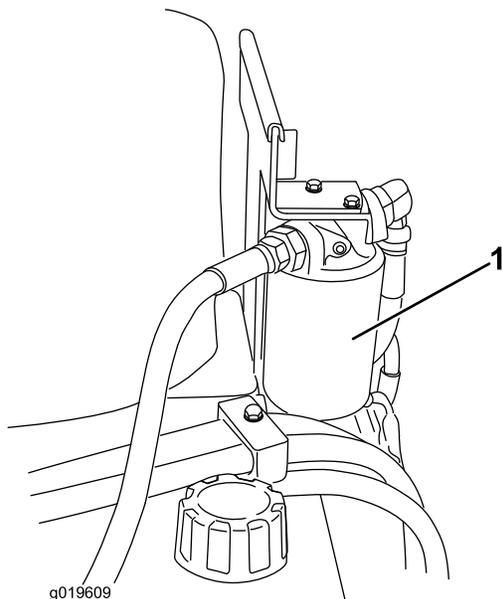

Figure 32
3. Placez un bac de vidange sous le filtre (Figure 32).
4. Enlevez le filtre à huile usagé (Figure 32) et essuyez la surface du joint de l'adaptateur.
6. Montez le filtre hydraulique de rechange sur l'adaptateur (Figure 32). Tournez le filtre dans le sens horaire jusqu'à ce que le joint rejoigne l'adaptateur, puis donnez 3/4 de tour supplémentaire.